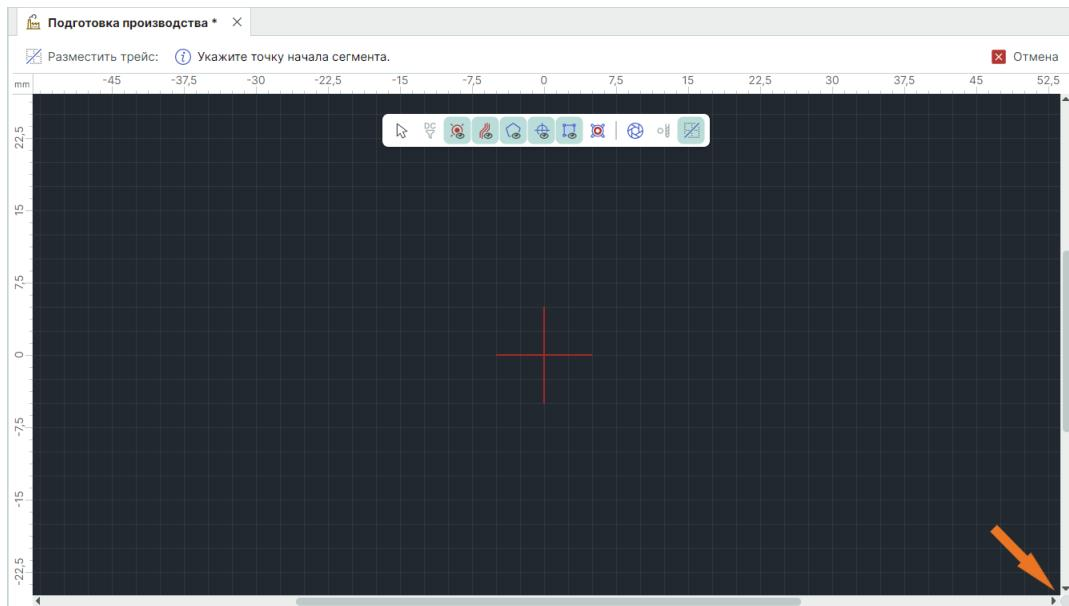

Рис. 212 Переход к вводу координат курсора мыши
2. Нажмите на круг, расположенный в правом нижнем углу окна графического редактора («Ctrl+Space»), см. Рис. 212.